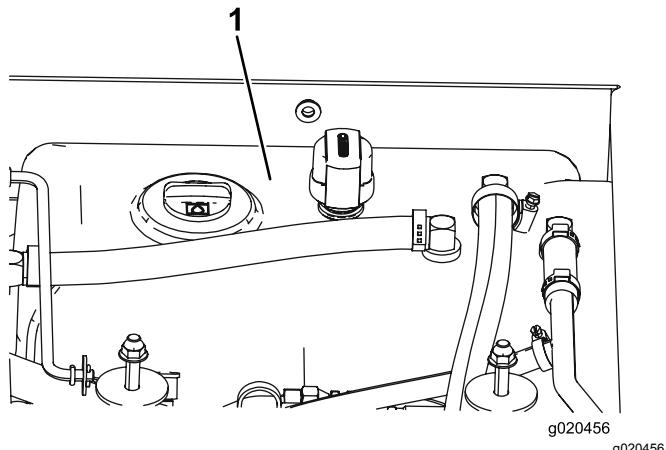

Figure 117
4. Remplissez le réservoir (Figure 117) de liquide hydraulique ; voir Contrôle du niveau de liquide hydraulique \(page 80\).